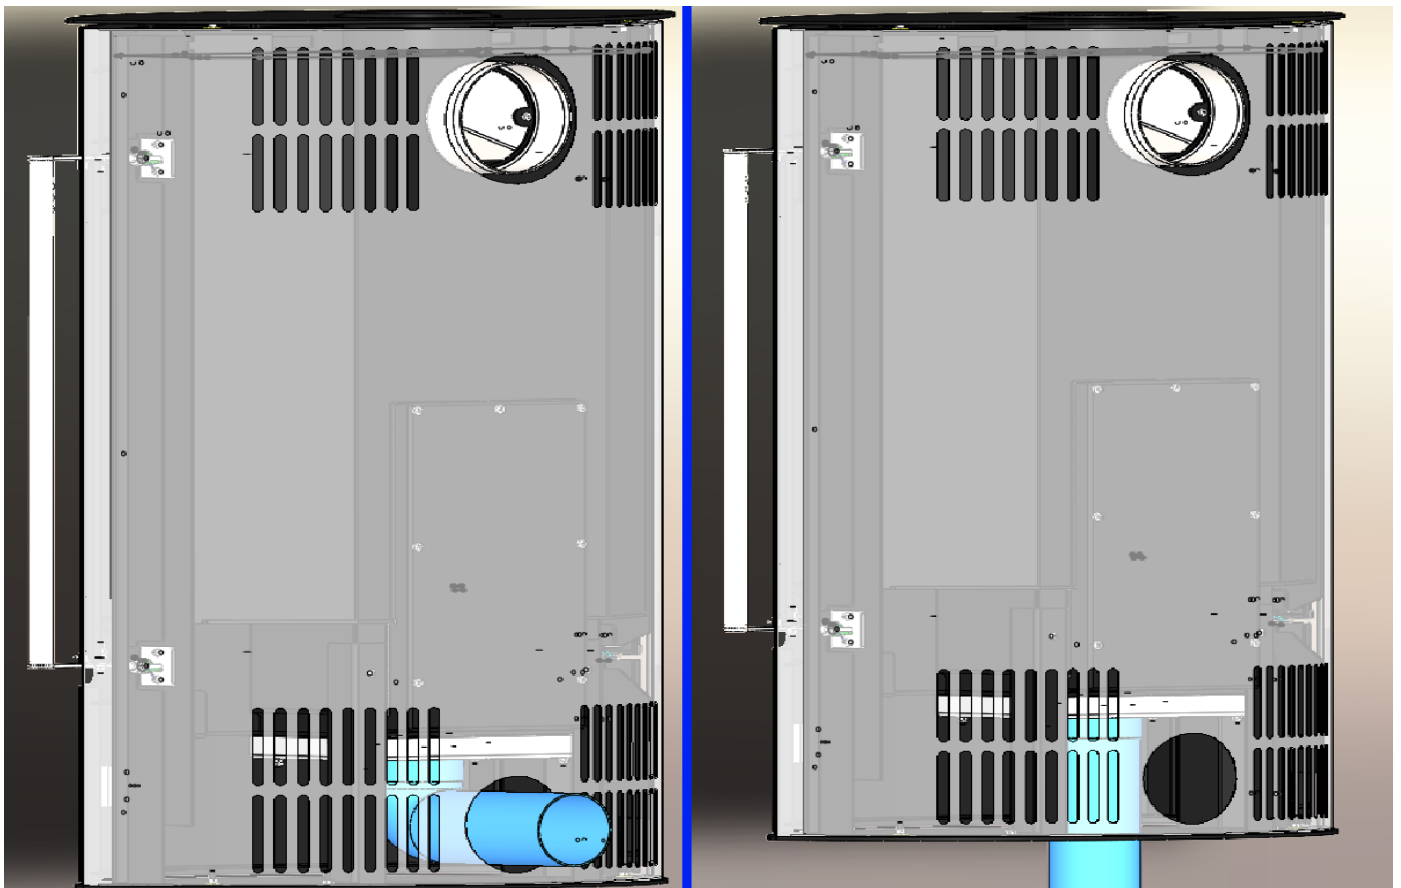

Abbildung 4 Anschluss für Außenluft an der Rückseite / am Boden
5. Abbildung 4 Anschluss für die Außenluftzufuhr an der Rückseite / am Boden	Seite 6